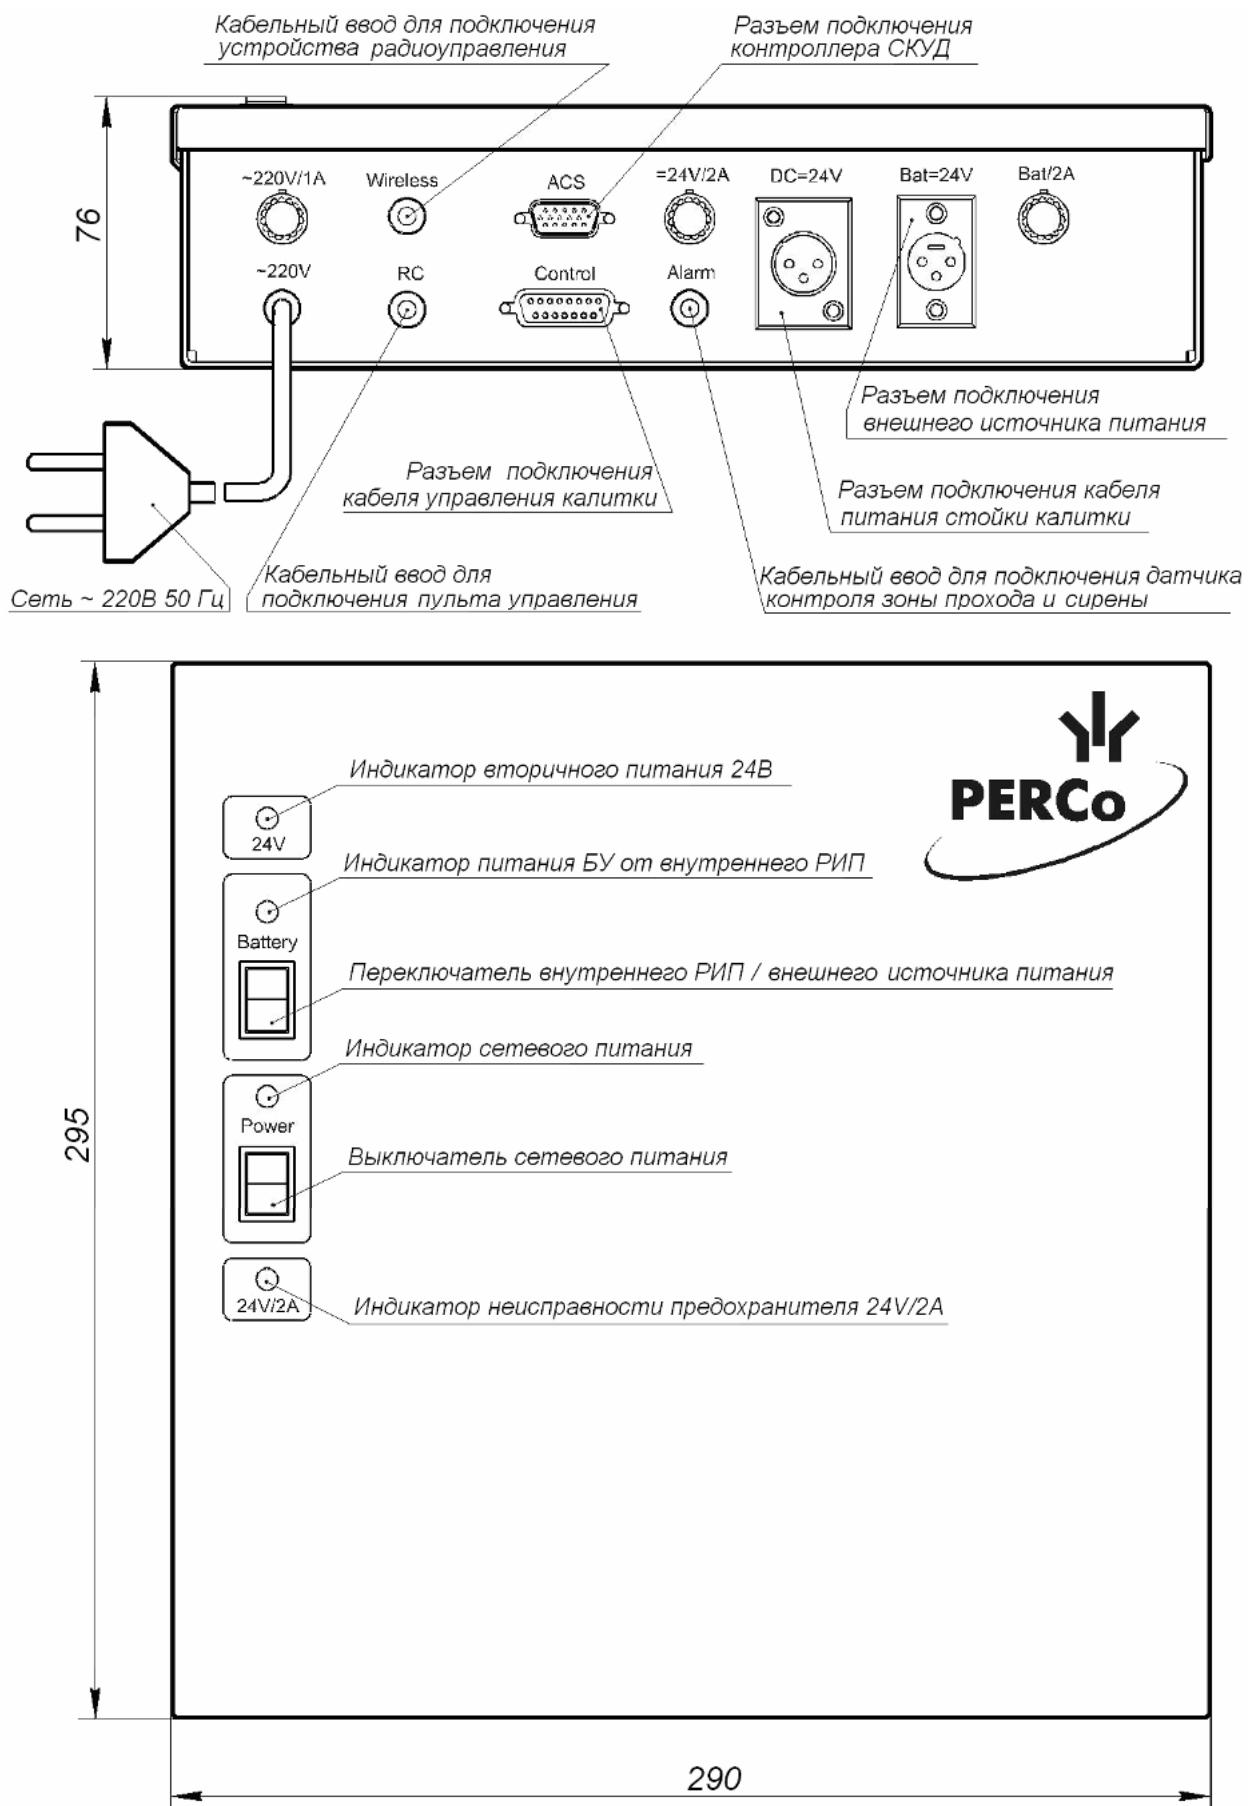
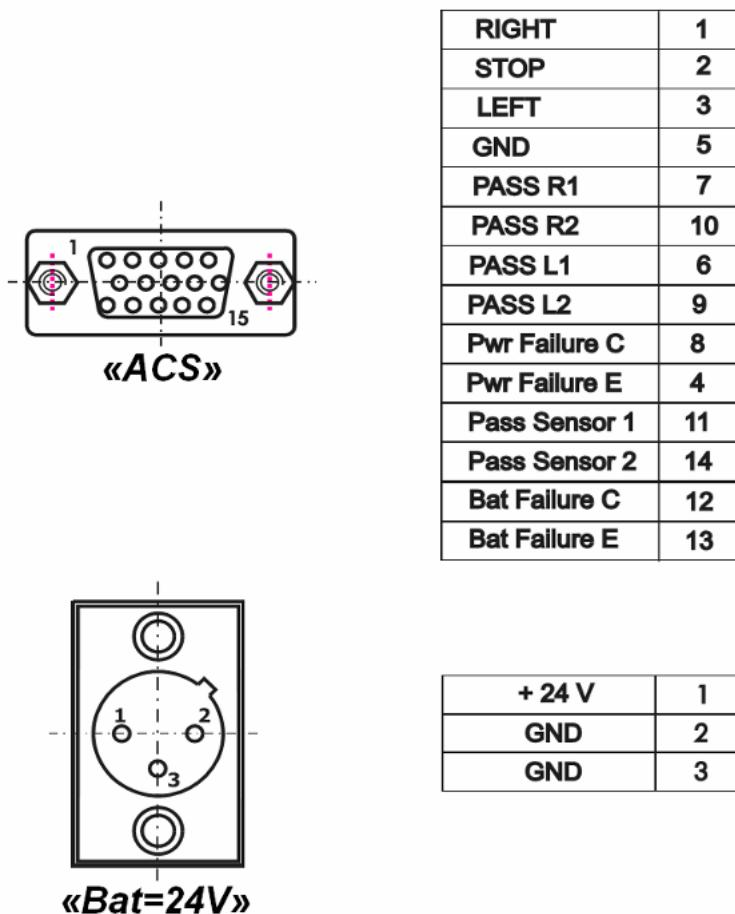

Рисунок 3 Блок управления
Рисунок 4 Назначение контактов разъемов блока управления
Блок управления (8) предназначен для обеспечения электропитания внутреннего оборудования калитки и реализации алгоритма управления. Он выполнен в виде отдельного прибора в закрытом металлическом корпусе (см. рис. 3), который имеет возможность настенного крепления с антисдергивающей фиксацией.
Пульт управления (9) выполнен в виде небольшого настольного прибора в корпусе из ударопрочного АБС пластика и предназначен для задания и индикации режимов работы при ручном управлении калиткой. Пульт управления (9) подключается к блоку управления (8) гибким многожильным кабелем (12) через кабельный ввод в нижней панели блока (см. рис. 3 и рис. А.1 Приложения А).
В корпусе блока управления (8) находятся: силовой трансформатор, модуль источников питания, модуль процессорный, два 12-вольтовых аккумулятора внутреннего РИП. На лицевой панели блока управления расположены следующие индикаторы (см. рис. 3):
Подключение СКУД производится к разъему «ACS» блока управления (см. рис. 3). Назначение контактов разъема «ACS» блока управления показано на рис. 4. Разъем СКУД прилагается в комплекте ЗИП.
Контакты «PASS R1(R2)» и «PASS L1(L2)» разъема «ACS» блока управления (см. рис. 4) разомкнуты в исходном состоянии. При повороте створки в зависимости от выбранного направления прохода происходит замыкание контактов «PASS R1» и «PASS R2» или «PASS L1» и «PASS L2», при этом длительность формируемых сигналов зависит от времени, в течение которого калитка находится в открытом состоянии.